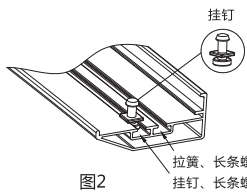

图2
- 当选择挂钉安装时，要预先把挂钉放进对应边框的槽里面（见图2），横竖边框放入的数量要根据实际幕布横竖边的打孔数量决定；若选择拉簧安装，可以跳过此步骤。